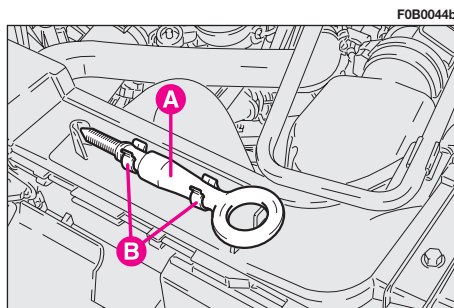

fig. 42
- retire la argolla de remolque **A**-**fig. 42** desenganchándola de los dispositivos de sujeción **B**;